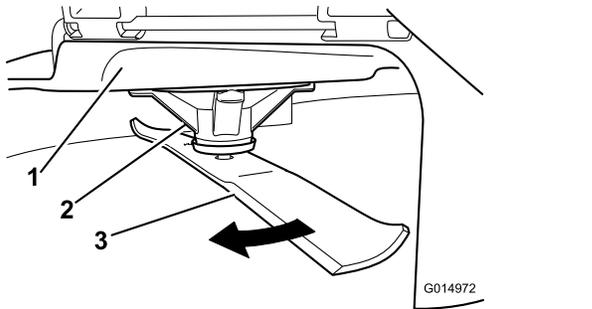

Figura 77
2. Llevando guantes fuertemente acolchados u otro tipo de protección apropiada para las manos, gire lentamente la cuchilla hasta una posición que permita medir la distancia entre el filo de corte y la superficie nivelada en la que descansa la máquina (Figura 77).